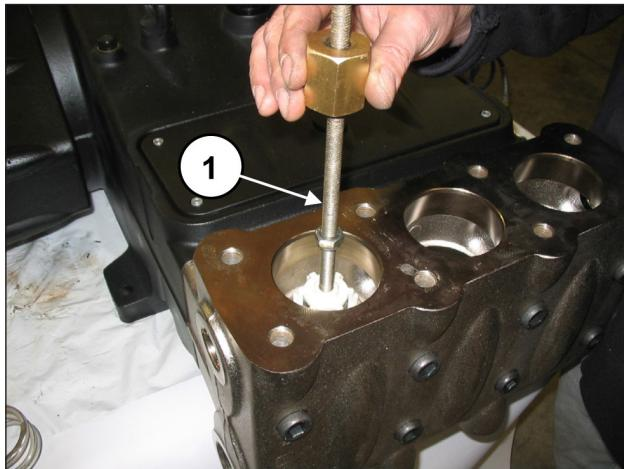

Fig. 92
Extraer el grupo de la válvula de envío aplicando un extractor de percusión (cód. 27516400) en el orificio M10 de la guía de la válvula (pos. ①, Fig. 92) o, como medida adicional, aplicar un adaptador M10-M16 (cód. 25089700) a la rosca M16 de la guía de la válvula.